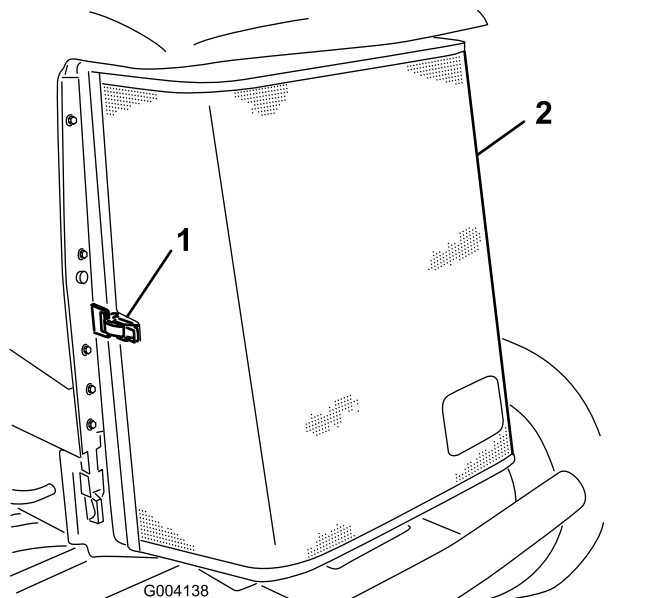

Figura 79
3. Sbloccate il morsetto e aprite la griglia posteriore (Figura 79).